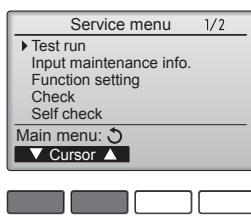

Fig. 6-3
③ Выберите режим “Test run” (Тестовый прогон) кнопкой F1 или F2, затем нажмите кнопку ②. (Fig. 6-3)